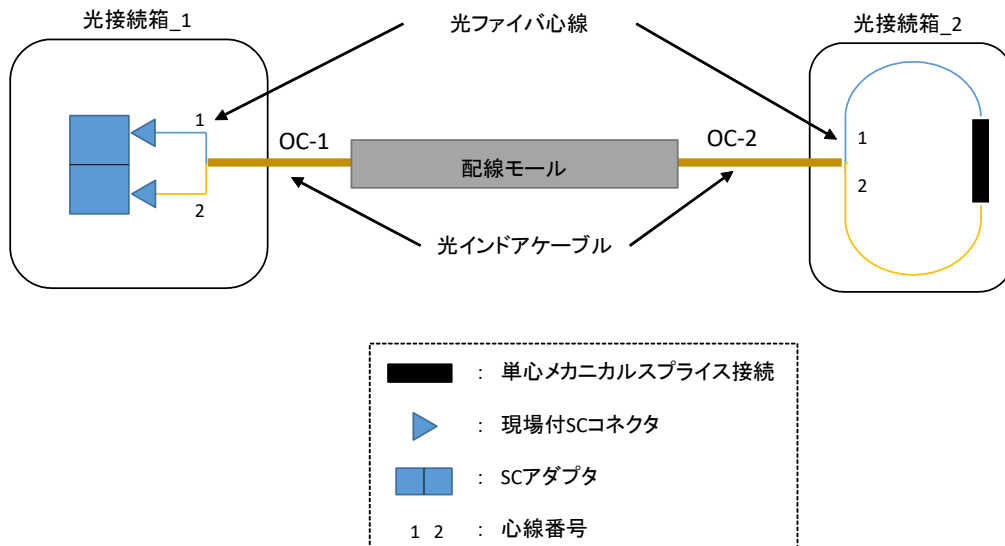

図2 光ファイバ心線接続図
- ・ 光接続箱\_1で、光インドアケーブル端を約1m口出し、図2に従ってSCコネクタを成端シアダプタに接続すること。アダプタは所定の場所に固定する。
- ・ 光接続箱\_2で、光インドアケーブル端を約1m口出し、図2に従って心線を接続し収納する。